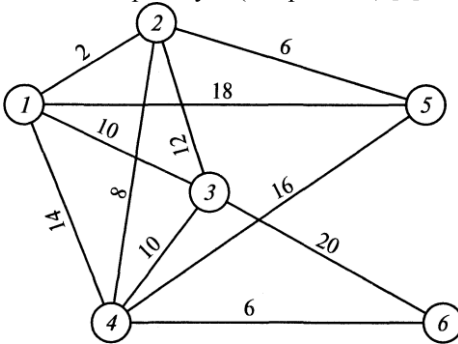

Рис. 3.1 Расстояния между населенными пунктами по возможным направлениям прокладки автомобильных дорог
1. Решите задачу минимизации сети, используя в качестве начального связного множества вершину **4** (см. рис. 3.1) [3].